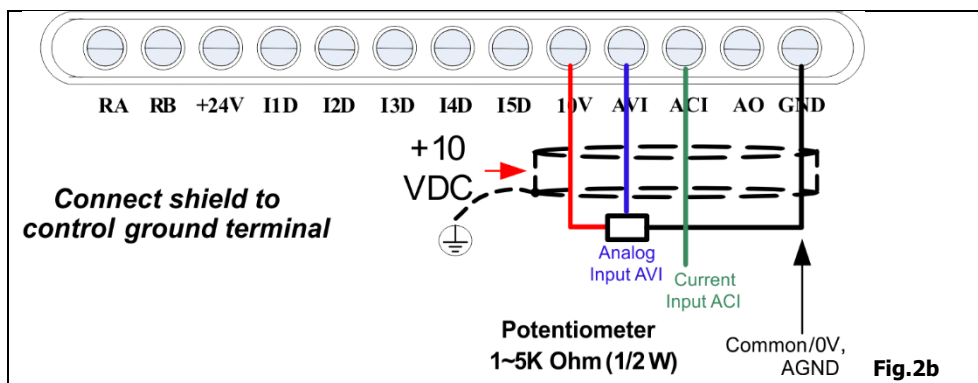

Fig. 2b
- Realice las conexiones como se muestra más abajo en la fig. 2b.